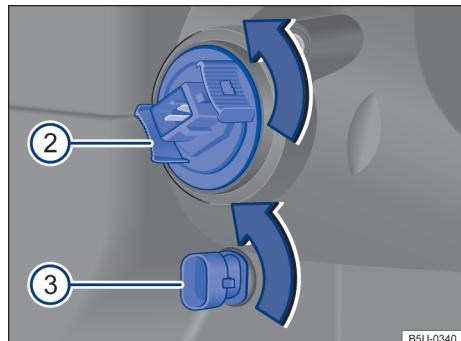

Fig. 109 No compartimento do motor: vista traseira do farol dianteiro **(2)** indicadores de direção e **(3)** luz de posição.
| → Fig. 108 e Fig. 109 | A | B | C |
| → Fig. 108 e → Fig. 109 | (A) | (B) | (C) | | |